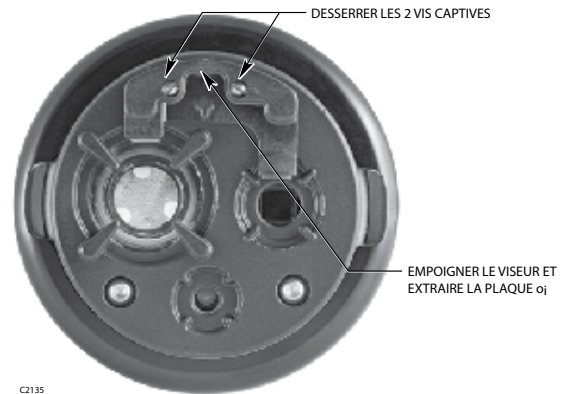

Figure 18 – Extraction de la Plaque **oi**
2. Retirer les 2 vis captives puis empoigner la plaque **oi** par le viseur et la retirer du détecteur. Voir Figure 18.